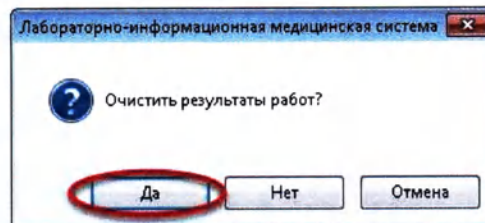

Рисунок 6.39
3. В появившемся диалоговом окне нажмите кнопку «Да» (Рисунок 6.39):